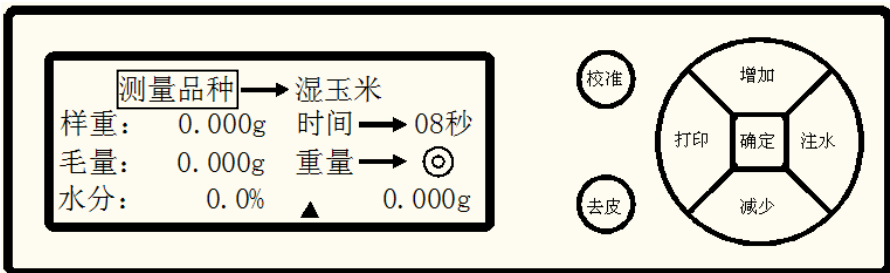

图3 操作面板——测量界面
- 3.6 称量系统校准：在图 3 测量界面下进行。
4.3.2 水分测量：见图 3 测量界面。